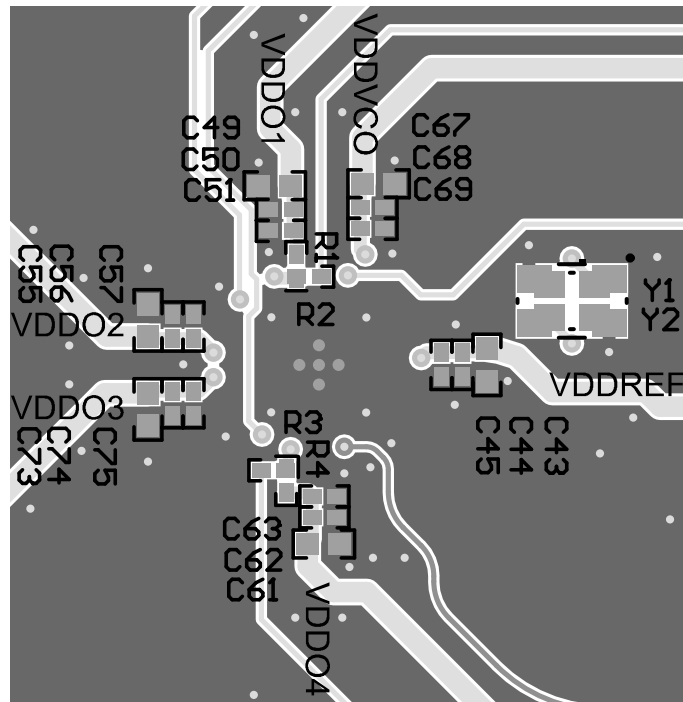

图 11-6. 布局示例，底层
- 隔离晶体区域，连接晶体封装的 GND 焊盘并淹没相邻区域。图 11-6 展示了支持多种晶体尺寸的封装。
- 将具有小电容值的去耦电容器放置在非常靠近电源引脚的位置。尝试将这些电容器非常靠近地放置在同一层上或直接放置在背面层上。值越大，可以放置得越远。图 11-6 展示了靠近器件的三个去耦电容器。建议使用铁氧体磁珠来隔离不同的频域和 VDD\_VCO 域。